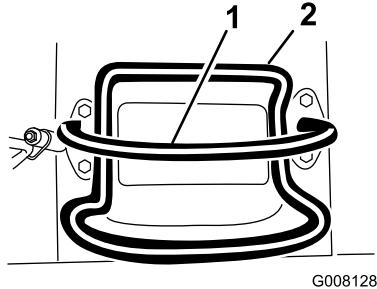

Bild 6
- Lassen Sie zum Anhalten den Fahrantriebshebel los (Bild 6).